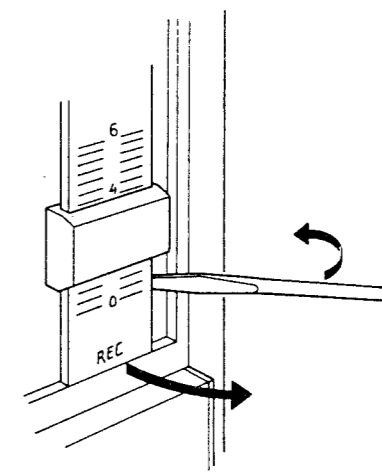

Fig. 2
REPARATURHINWEISE (siehe Abb. 2, 4 und 20)
- Ersetzen der Linearskala mit Flachbahnregler 160 (Abb. 2 und 20)